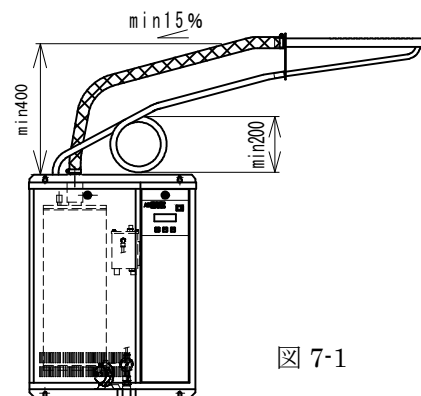

図 7-1
凝縮水は凝縮水ホースにて施工し、蒸気ノズルが本体より高い場合、加湿器本体に戻すことが出来ます。（図 7-1、2 参照）
(1) 加湿器本体よりの取出し（前頁 図 7-1、7-2、7-3 参照）
(3) 水平方向の施工方法（前頁図 7-1、7-2、7-3 参照）